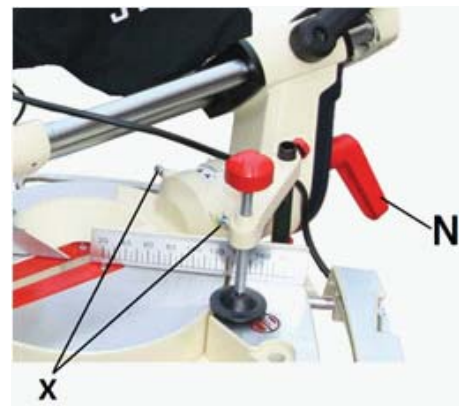

Рис. 7
- Фіксуючу ручку (N, Рис. 7) на задній частині верстата необхідно послабити.
- Змінити налаштування обмежувача можна за допомогою гвинта (X, Рис. 7).